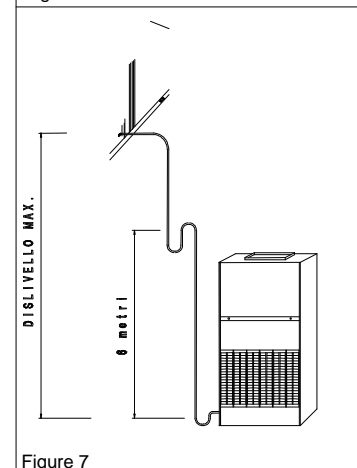

Figure 7
- Pour des remontées verticales, prévoir en plus du puisard, un siphon de collecte d'huile tous les 6 mètres à la base (voir Figure 7).